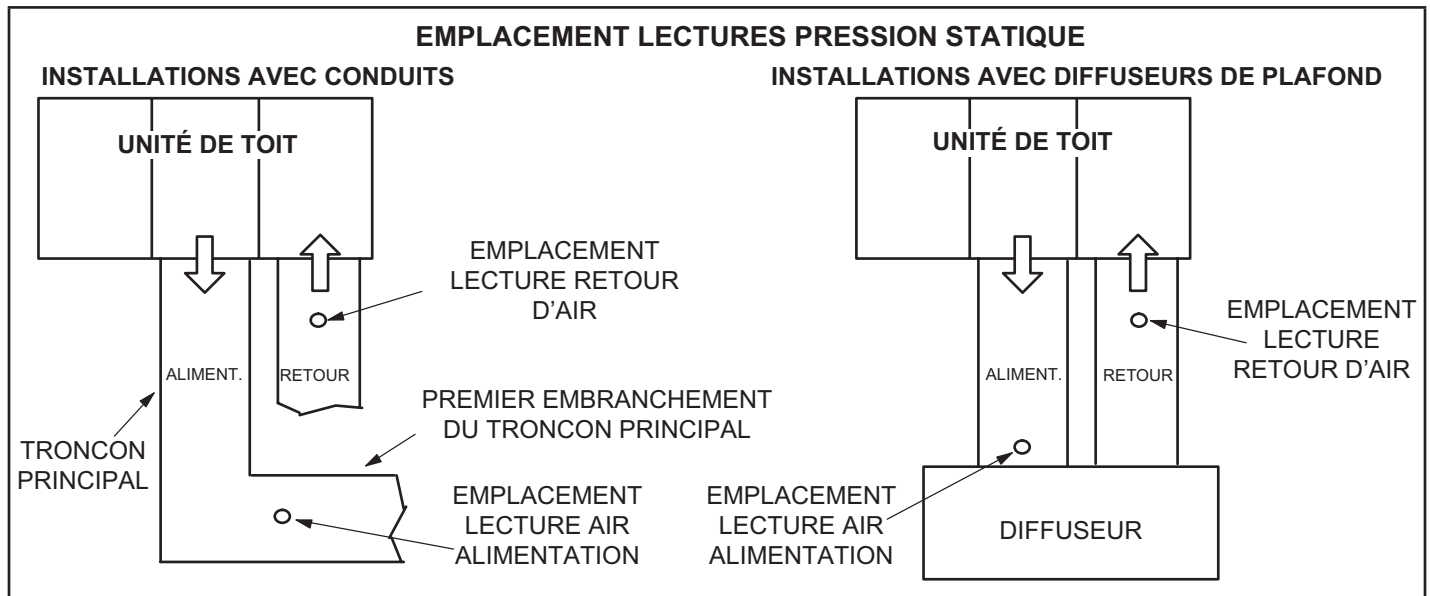

FIGURE 19
- 2- Avec tous les panneaux d'accès en place, mesurez la pression statique à l'extérieur de l'unité (depuis l'alimentation jusqu'au retour). Les données de rendement du ventilateur sont basées sur les mesures de pression statique réalisées aux endroits indiqués à la FIGURE 19.